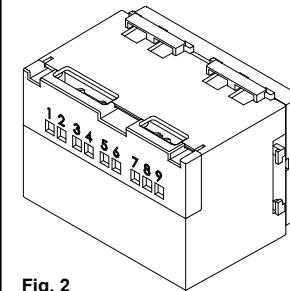
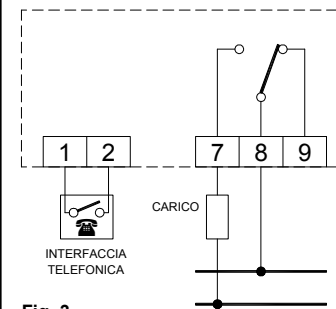

Fig. 2
Fig. 3
2. Eseguire i collegamenti elettrici, mediante la morsettiere innestata all'interno del fondo del cronotermostato (Fig. 2), seguendo lo schema di collegamento di Fig. 3. Collegare ai morsetti: